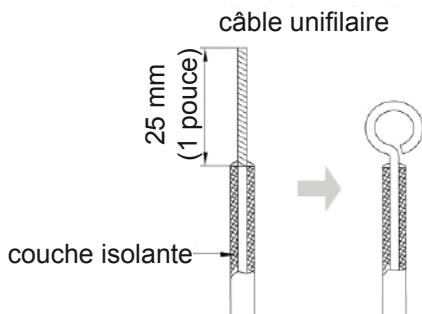

Fig 5.1.1
- (1) Connexion du câble (comme sur la fig 5.1.1).